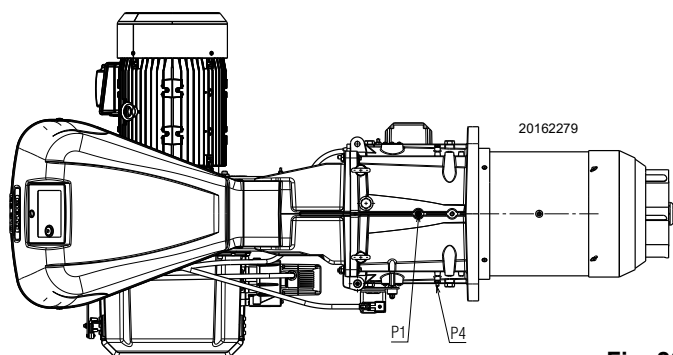

Fig. 22
Pressione del gas misurata alla presa P1)(Fig. 22), con:
- sottrarre dalla pressione del gas alla presa P1)(Fig. 22) la pressione in camera di combustione.
$$\begin{aligned} \text{Pressione del gas alla presa P1)(Fig. 22)} &= 27,6 \text{ mbar} \\ \text{Pressione in camera di combustione} &= 2 \text{ mbar} \\ 27,6 - 2 &= 25,6 \text{ mbar} \end{aligned}$$
Per conoscere invece la pressione del gas necessaria alla presa P1)(Fig. 22), fissata la potenza MAX alla quale si desidera funzioni il bruciatore:
- Leggere sulla destra, colonna 1, la pressione alla presa P1)(Fig. 22).
pressione necessaria alla presa P1)(Fig. 22).